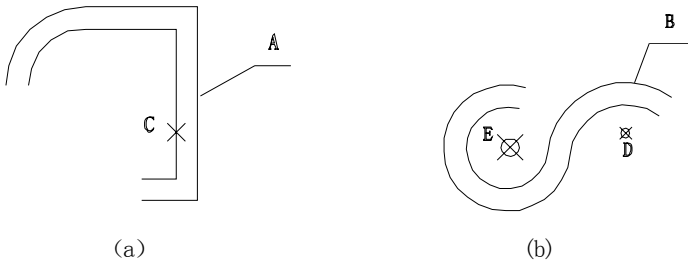

图 5-16 用 Offset 命令平移曲线
用 Offset 命令平移曲线 A 如图 5-16 (a) 和曲线 B 如图 5-16(b)。操作如下：
选择对象: 点选点 A, 如图 5-16 (a) 所示	指定选择对象
选择对象: 点选点 B, 如图 5-16 (b)	指定选择对象
- 2) 偏移多段线时，中望 CAD 2008 将偏移所在选定的形体控制点，如果将某个顶点偏移到样条曲线或多段线的一个锐角内时，则可能出现意想不到的后果。如图 5-16(b)所示，将偏移点指定在 E 处，所得结果出人意料。